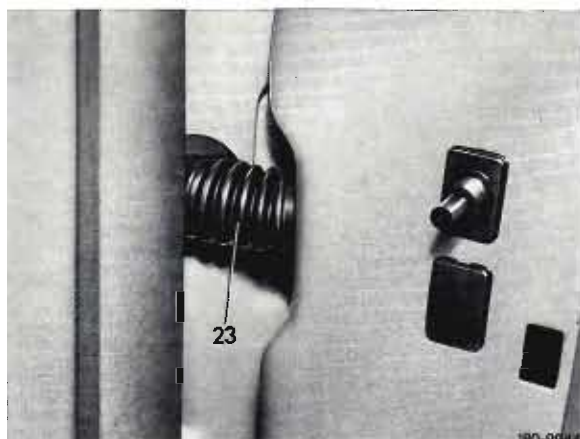

Bild 13
27 Gummitülle an den Türen, Vorderwandsäulen und Kastensäulen entfernen. Anschließend dafür vorne die Schutzschläuche (23) und hinten die Schutzschläuche (24) montieren (Bild 13 und 15).